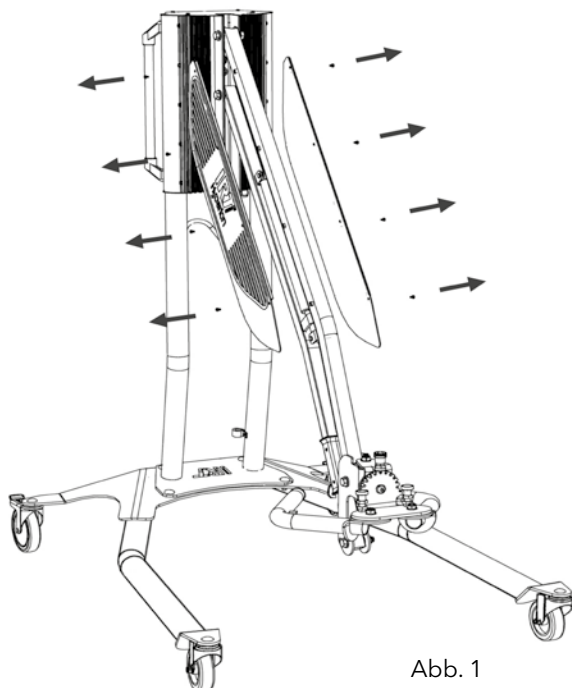

Abb. 1
1. Entfernen Sie die vier Schrauben, mit denen die Platte an beiden Seiten des Arms gehalten wird (Abb. 1).